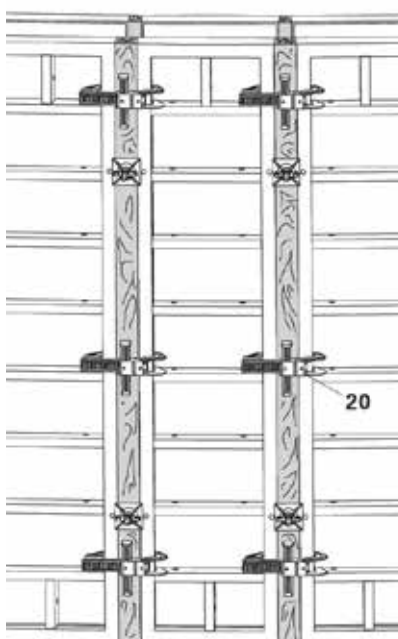

Рис. 65
Устанавливать выпрямляющий замок типа BFD (20) не на ребро, а над ребром элемента! (Рис. 65)